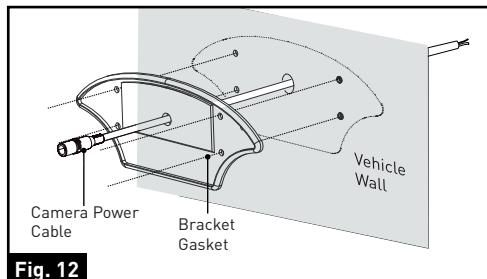

Fig. 12
3. Acheminez le câble d'alimentation de 6 pi de la caméra à travers le joint. Assurez-vous que l'extrémité dénudée du câble entre dans le véhicule et que le côté plat est tourné vers l'intérieur. (Fig. 12)